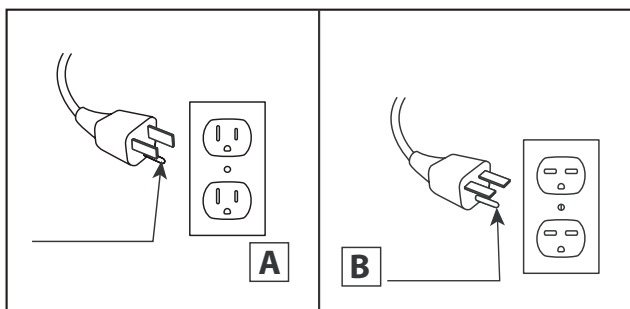

Fig.1
12. Connect to properly grounded outlets only. This heater is for use on 120 volts. The cord has a plug as shown at A in Fig. 1 Do not use a 2 prong adapter. Never use with an extension cord or relocatable power tap (outlet/ power strip).
12. Conectar solamente a una toma de corriente con conexión a tierra adecuada. Este calentador debe utilizarse con 120 voltios. El cable incluye un enchufe tal como se muestra en la figura A en la Fig. 1. No utilice un adaptador de 2 clavijas. Nunca use un cable de extensión o tomas de alimentación reubicable (enchufes/ regletas).
12. Brancher uniquement dans une prise de courant munie d'une mise à la terre. Cet appareil de chauffage a été conçu pour être utilisé sous une tension de 120 V. La fiche du cordon est montrée à la figure 1 en A. Ne pas utiliser d'adaptateur de 3 broches à 2 broches. Ne jamais utiliser avec une rallonge ou une barre d'alimentation (multiprises).